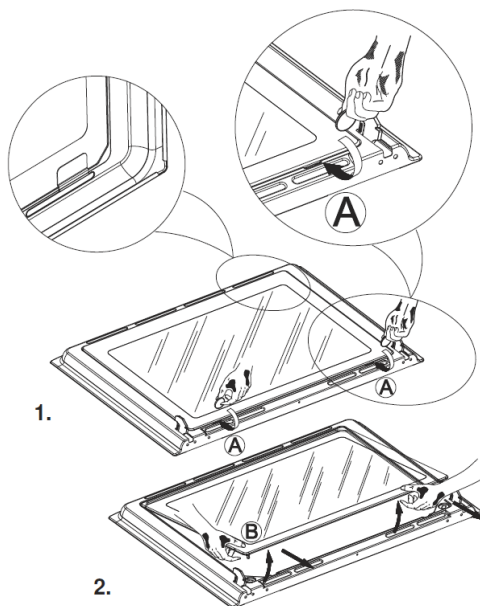

Рис. 10.
1. Дверь с внутренней рамкой (См. **Рис. 10** ниже)
См. рис. 10 ниже.